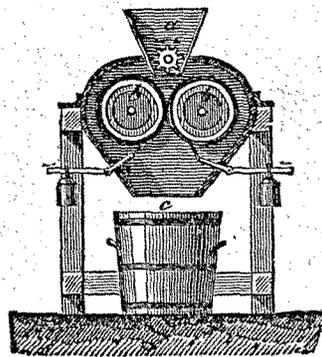

Fig. 146. — Concasseur des graines oléagineuses.
**Extraction des huiles de graines.** — Toutes les huiles de graines s'extraitent par le même procédé. On commence par opérer un broyage au *concasseur* (fig. 146). C'est un laminoir en fonte, composé de deux cylindres *b*, tournant en sens contraire, et au-dessus duquel est une trémie *a*, où l'on place les graines. Après le broyage entre ces cylindres, la matière des graines est presque pulvérulente, et tombe dans le récipient *c*.